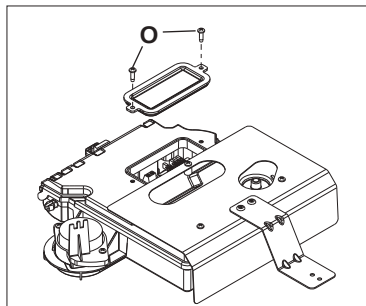

fig. 4a
- uzyskać dostęp do karty po odkręceniu śrub "O" i zdjęciu pokrywy dostępu (rys. 4a)